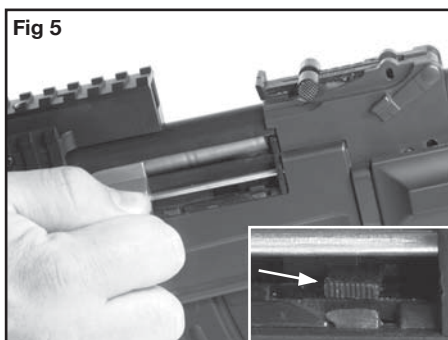

Fig 5
Votre carabine airsoft est équipée d'un système Hop-up. Le but de ce système est de modifier la vitesse de rotation de la balle BB au moment où elle quitte la bouche pour vous permettre d'adapter votre tir à différentes distances. Il y a deux réglages possibles. Poussez le sélecteur de réglage du Hop-Up (Fig. 5) vers l'avant pour réduire la vitesse de rotation. Ramenez-le vers l'arrière pour augmenter la vitesse de rotation et couvrir une distance plus longue.
- Tirez le levier de culasse vers l'arrière (Fig. 5)